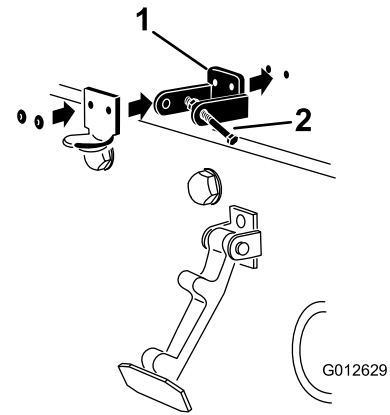

Bild 4
3. Fluchten Sie die Befestigungslöcher aus und positionieren Sie gleichzeitig die Halterung des CE-Riegels und des Motorhaubenriegels auf der Motorhaube (Bild 4).
5. Nieten Sie die Halterungen und Scheiben an die Haube (Bild 4).